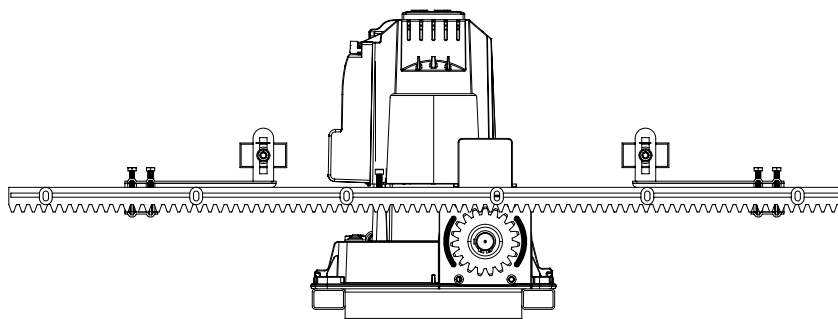

Рисунок 10
- Предварительно установите на зубчатой рейке в крайних положениях створки ворот кронштейны как показано на *рис. 10*.